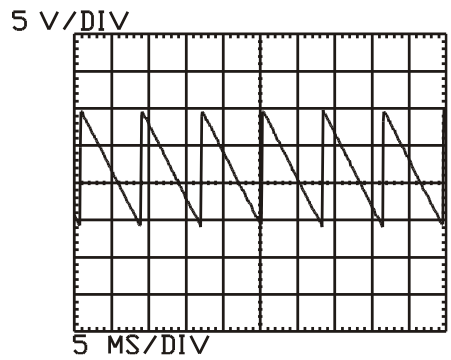

Figura 6-4. Forma de onda de la salida de tensión de campo
- Controle la tensión de campo con un osciloscopio para verificar que la salida sea correcta. (Vea la forma de onda del circuito de activación de equilibrio de corriente de la Figura 6-4). ....